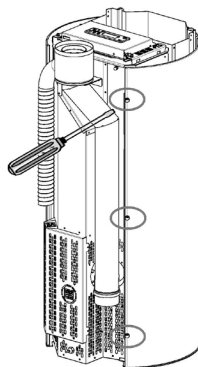

Fig. 72 - Schroeven verwijderen
- Draai de achterste schroeven van de flanken vast (zie **Fig. 72**).